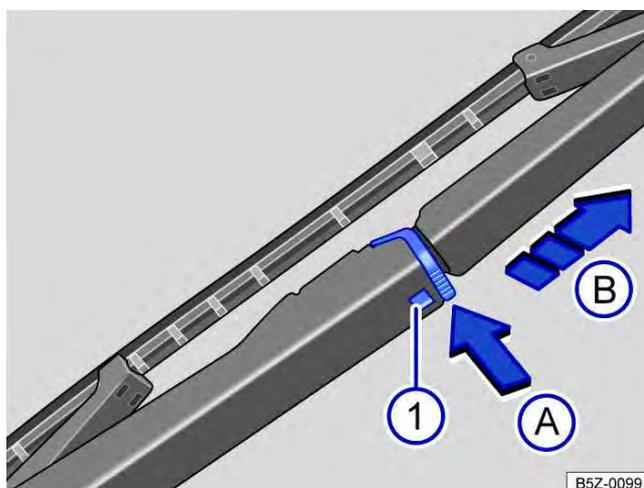

Fig. 136 Substituir a palheta do limpador do vidro traseiro.
- Manter o botão de destravamento → Fig. 136 ❶ pressionado.
- Pressionar a trava da palheta do limpador do vidro traseiro → Fig. 136, no sentido da seta ❶.
- Puxar a palheta do limpador do vidro traseiro → Fig. 136, no sentido da seta ❷.
- Introduzir a nova palheta do limpador do vidro traseiro **de mesmo tamanho e modelo** no braço do limpador do vidro traseiro no sentido contrário da seta → Fig. 136 ❷ até que ela se trave.